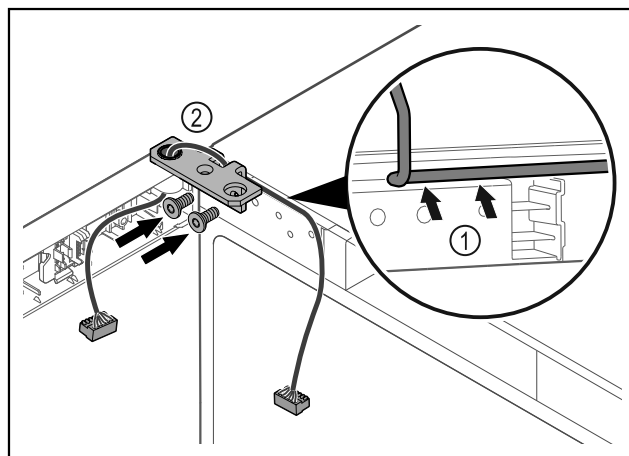

Fig. 46
- Lägg kabeln genom gångjärnsfästets urtag och dra den försiktigt Fig. 46 (1).
- Skruva fast gångjärnsfästet Fig. 46 (2).